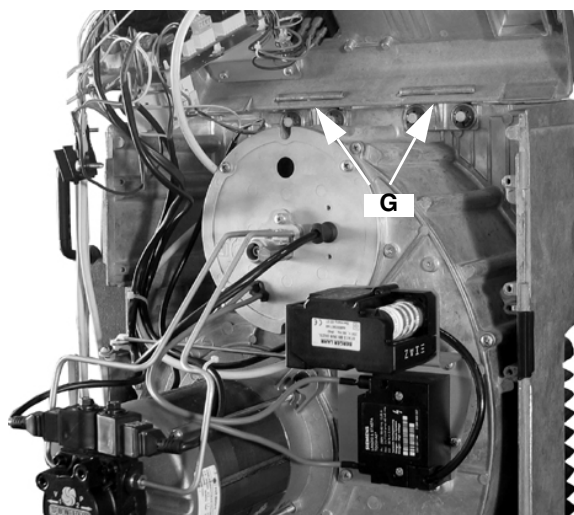

Рис. 40
- 4 Подвесить верхнюю панель к корпусу горелки с помощью специальных приспособлений G, как это указано на Рис. 40 .